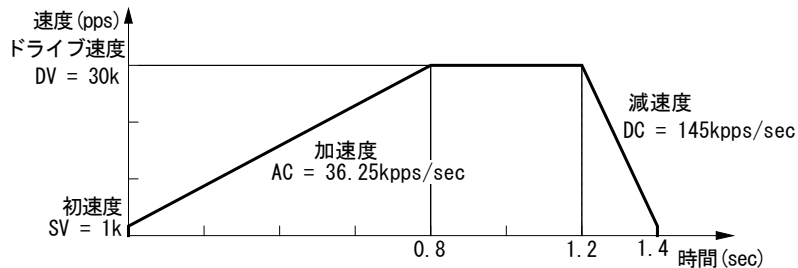
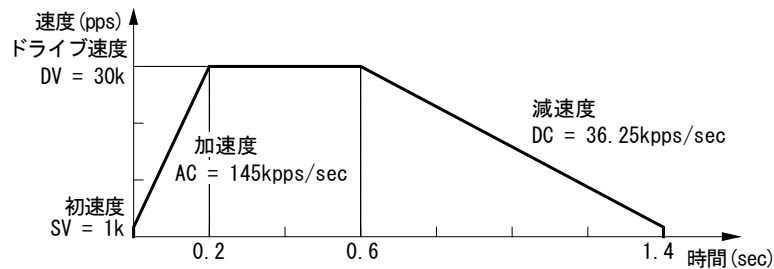

図 2.2-6 非対称直線加減速ドライブ（加速度＜減速度）
図 2.2-7 非対称直線加減速ドライブ（加速度＞減速度）
本 IC は、このように加速度と減速度の異なる非対称直線加減速の定量パルスドライブにおいても、自動減速を行うことができます。あらかじめ計算によってマニュアル減速点を設定しておく必要はありません。図 2.2-6 は、加速度より減速度が大きい例、図 2.2-7 は減速度より加速度が大きい例です。このような非対称の直線加減速においても、定量パルスドライブの出力パルス数と、各速度パラメータ値から自動減速開始点を IC 内部で算出します。
- 非対称直線自動加減速ドライブにおいて、加速度＞減速度(図 2.2-7)の場合、加速度と減速度の比率に次の条件があります。また、この場合はドライブ速度を4Mpps 以下で使用してください。
- 非対称直線自動加減速ドライブにおいて、加速度＞減速度(図 2.2-7)の場合、加速度 AC と減速度 DC の比率が大きくなればなるほど引き摺りパルスが多くなります(AC/DC = 10 倍で最大 10 パルス程度)。引き摺りパルスが問題になる場合には、初速度を上げる、加速カウンタオフセットにマイナス値をセットする、等で対処します。
前記、図 2.2-6 に示す非対称直線自動加減速(加速度＜減速度)相対位置ドライブのパラメータ設定は、以下のようになります。